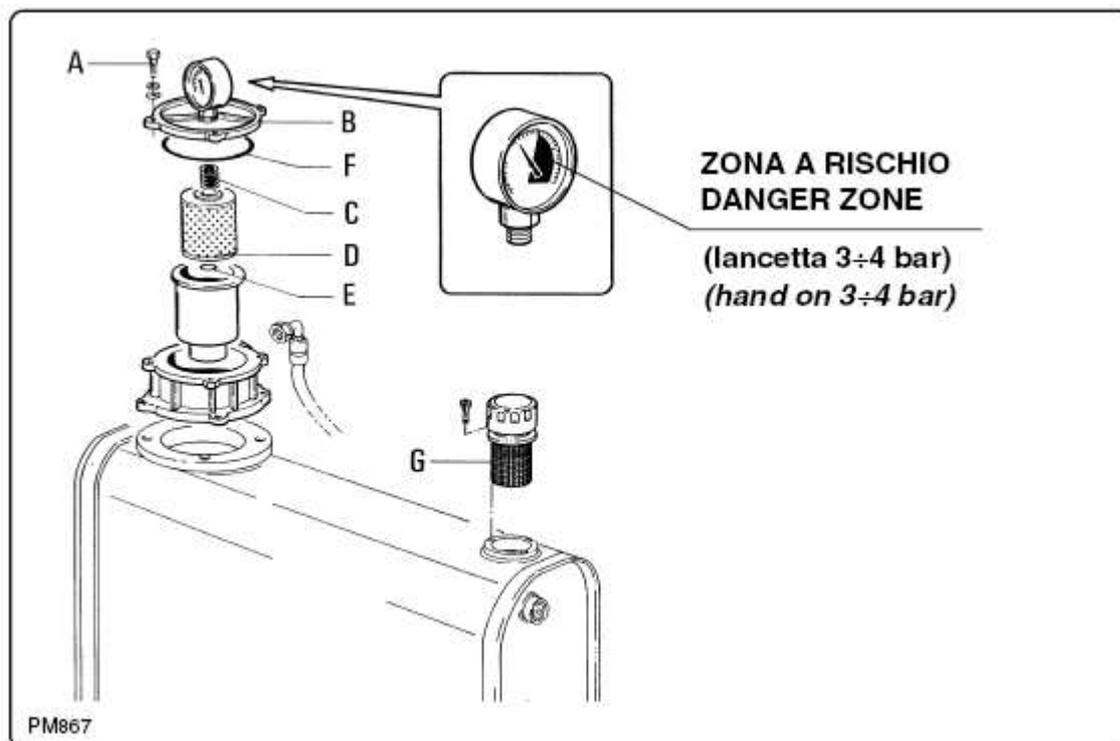

Рис. 8.4.1
8.4 - Замена фильтров гидросистемы (рис. 8.4.1)
Замена фильтра выпускной пробки бака (рис. 8.4.1)